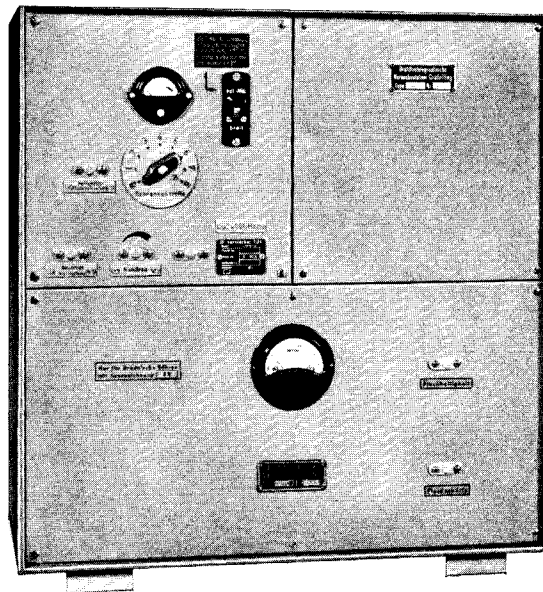

Abb. 10: Sichtpeilzusatzgerät
32. Das Sichtpeilzusatzgerät gliedert sich in drei Einzelgeräte (vgl. Abb. 10 u. 11 u. Ziff. 110) :